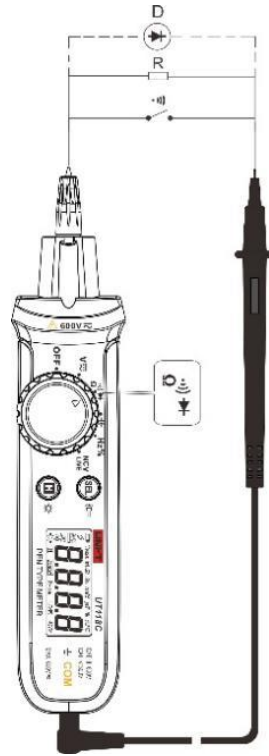

Figura 4
11.2 Misurare la continuità, la resistenza e il diodo (Figura 4)